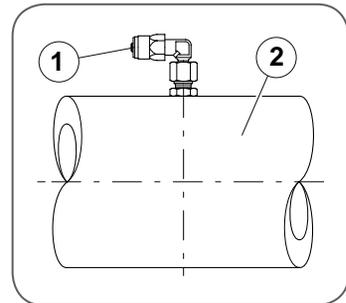

Fig. 7 - Coude de raccordement au tube d'essieu
1. La vis d'obturation du tube d'essieu voir ► Fig. 7 (pos. 2) doit être enlevée avec précaution.
3. Continuez en vissant le coude (pos. 1) dans son filetage, en le serrant au couple préconisé ► page 95 et en le positionnant avant de serrer le contre-écrou.